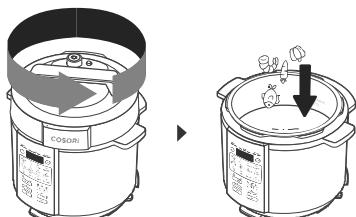

Abbildung 5.1
- Drehen Sie den Deckel gegen den Uhrzeigersinn und heben Sie ihn zum Öffnen an. Geben Sie die Zutaten in den Innentopf. [Abbildung 5.1]